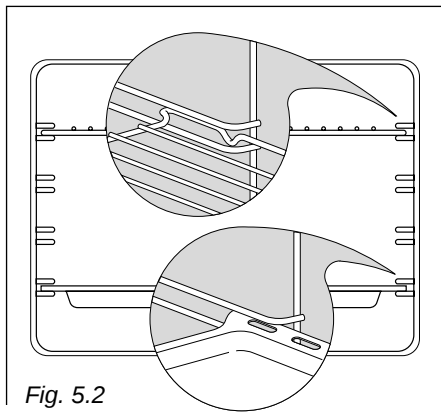

Fig. 5.2
- Colocar nas guias do meio o tabuleiro e a grelha como na fig. 5.2.